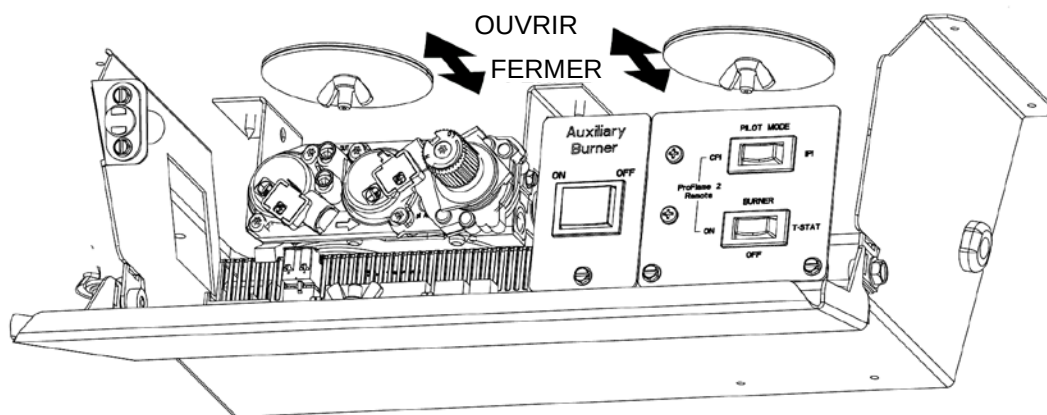

Figure 35.
13. Ajustez les obturateurs d'air. Fig. 35